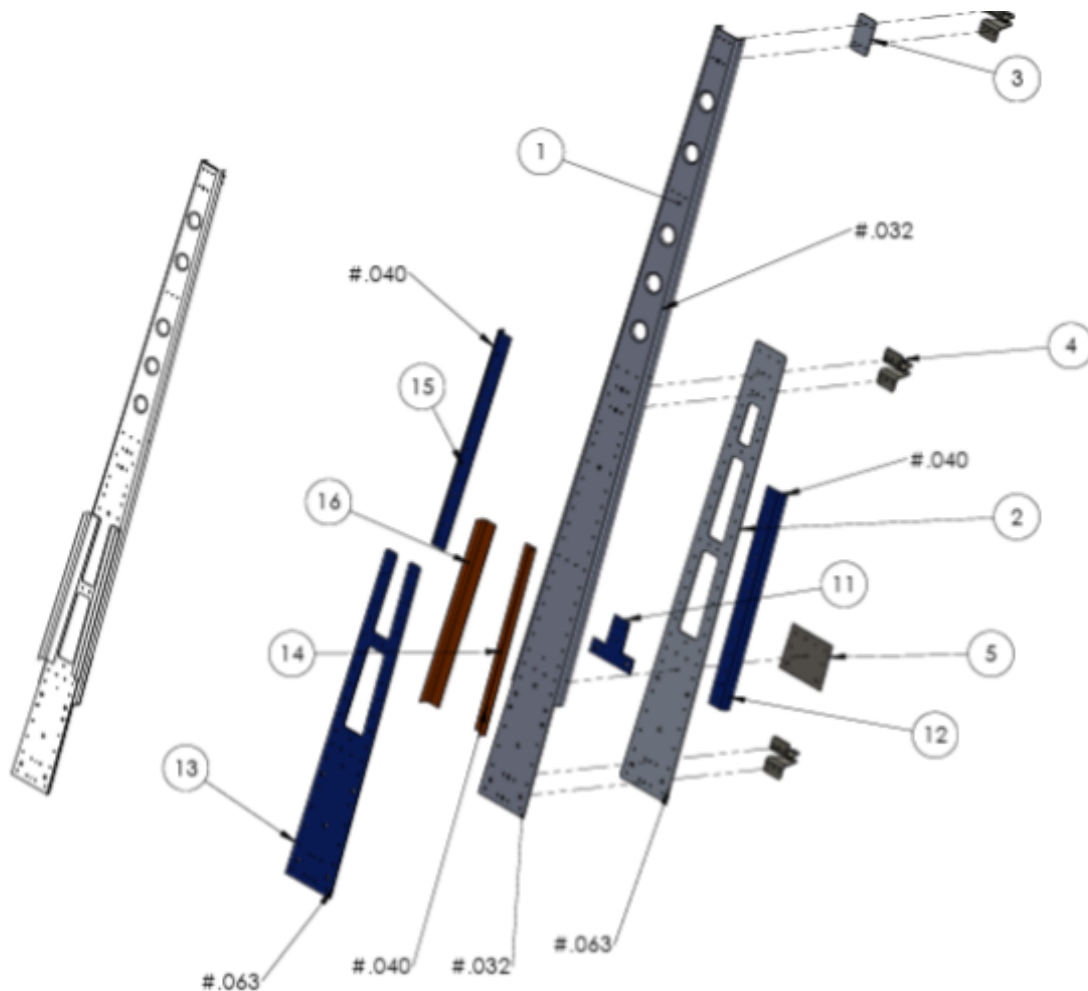

Figura 3: Reforços em Azul e Laranja
- Instalação dos componentes: Adicione os novos reforços estruturais na longarina, orientando-se estritamente pelo posicionamento apresentado no desenho de referência (Figura 3: Reforços em Azul e Laranja).